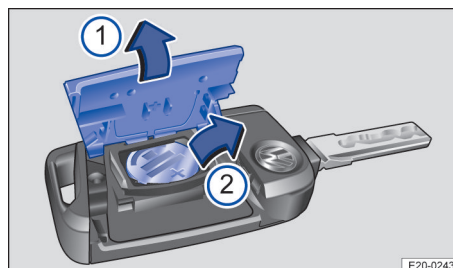

Fig. 56 Llave del vehículo: cambiar la pila de botón.
2. Desmonte la tapa haciendo palanca → fig. 56 ①.
3. Extraiga la pila de su compartimento → fig. 56 ② haciendo palanca.